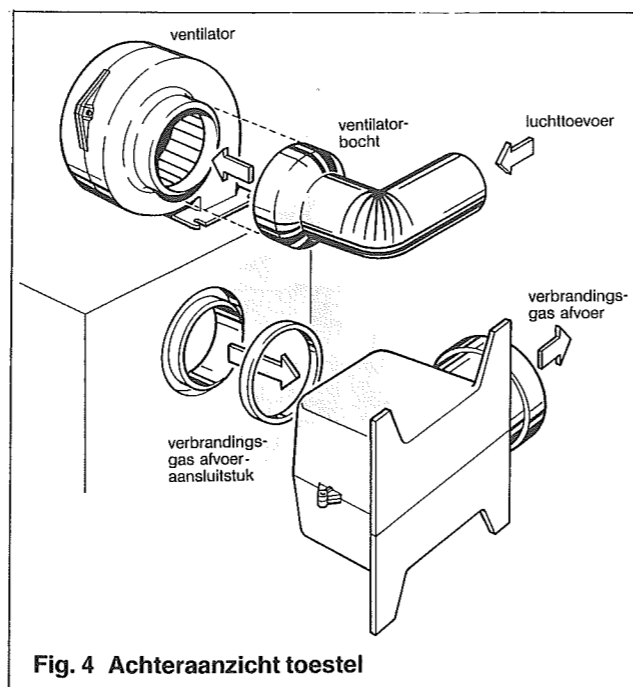

Fig. 4 Achteraanzicht toestel
4. Bij toepassing van **gesloten** toestel: Monteer op de aanzuigopening van de ventilator de ventilatorbocht en maak de aansluiting naar de luchttoevoerleiding. (fig. 4)